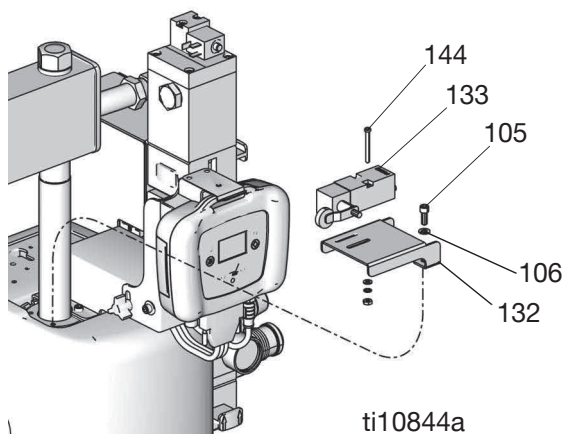
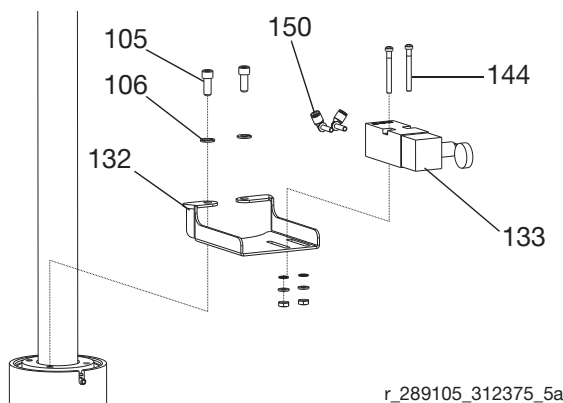

図7：D200 および、D200s ブラケット
図8：D60 ブラケット
1. ローラースイッチ (133) をブラケット (132) に取り付けます。ローラースイッチをブラケットの後方の離れた位置におき、取り付けネジ (144) は緩めたままにします。
2. ブラケット (132) をネジ (105) およびワッシャ (106) でドラムに取り付けます。ネジを緩めたままにしておきます。以下の図を参照してください：図7および図8を参照してください。